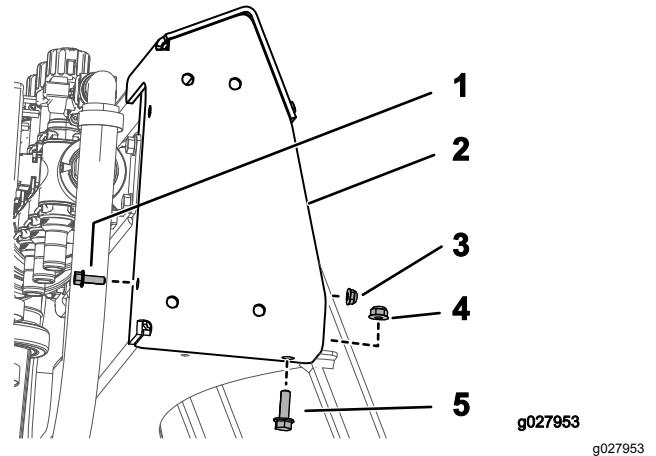

Figura 9
- Monte el soporte superior usando 1 perno ( $\frac{1}{4}$ -20 x  $\frac{3}{4}$ "), 1 tuerca ( $\frac{1}{4}$ -20), 1 perno autoblocante (5/16-18 x 1") y 1 tuerca con arandela prensada (5/16-18), según se muestra en Figura 9.